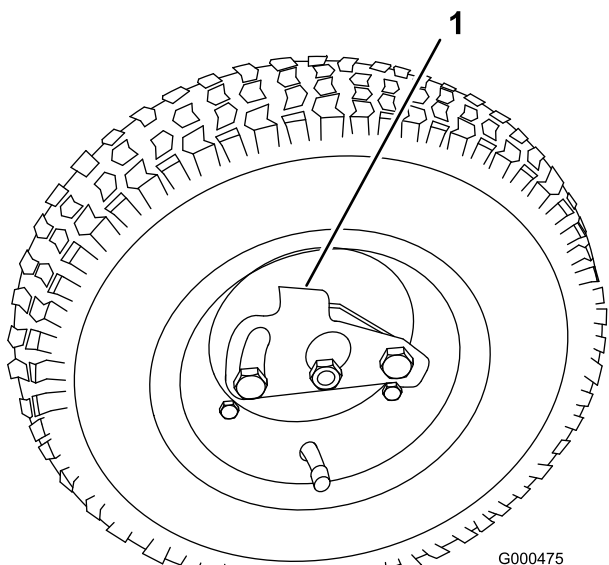

図 10
2. 車輪についているロック・クリップが車軸に掛かるようにして車輪を車軸に通す (図 10)。